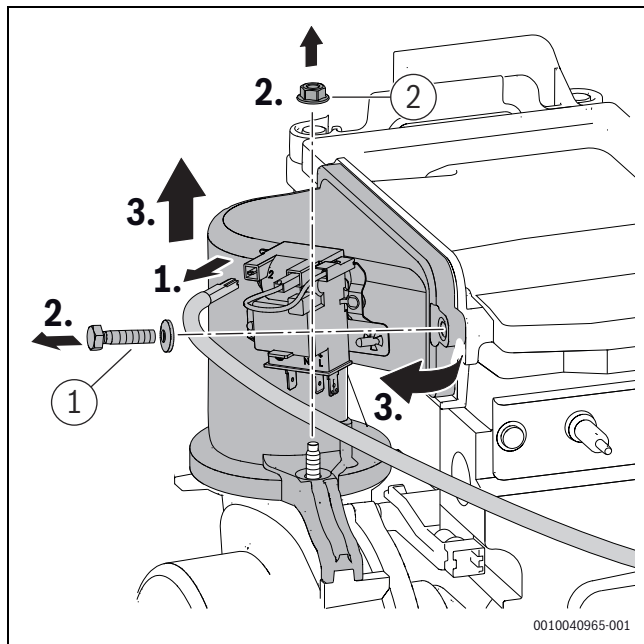

Bild 62 Mischeinrichtung ausbauen
- Schraube und Mutter ([1] und [2], Bild 62) an der Mischeinrichtung mit 5,5+0,5 Nm festziehen.